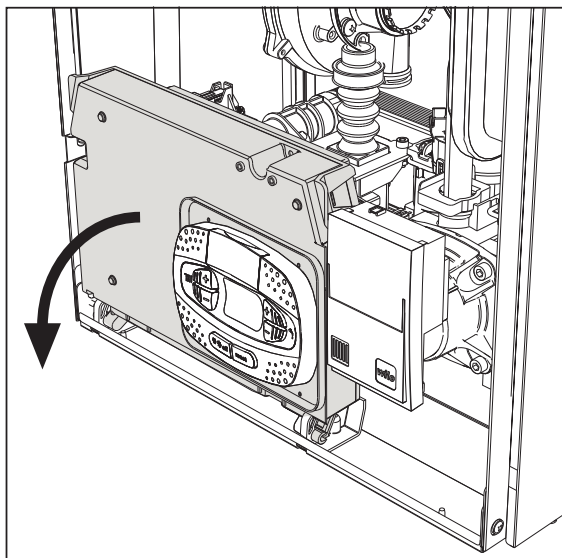
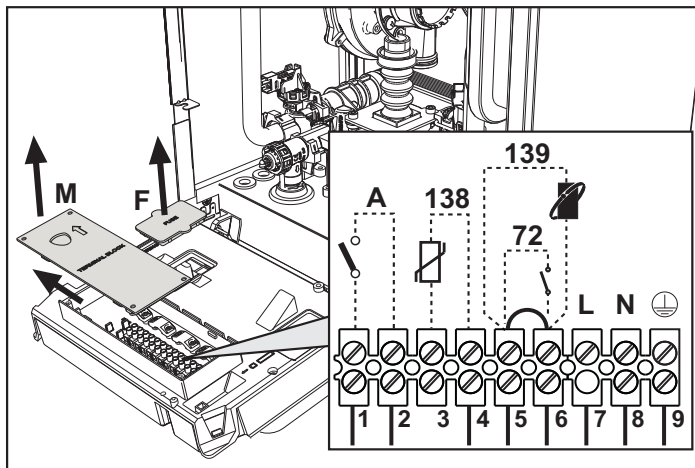

fig. 19
fig. 20
Tras quitar el panel frontal ( \*\*\* 'Apertura del panel frontal' on page 84 \*\*\*), es posible acceder a la regleta de conexión (M) y al fusible (F) según las indicaciones siguientes (fig. 19 e fig. 20). **Los bornes indicados en la fig. 20 deben tener contactos secos (no 230V).** La posición de los bornes para las diferentes conexiones también se ilustra en el esquema eléctrico de la fig. 62.